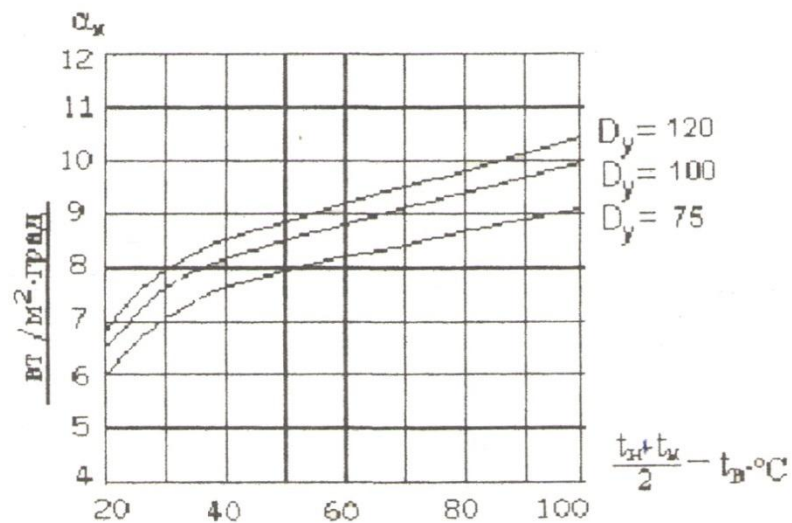

Рисунок 2. Коэффициент теплоотдачи конвекцией для горизонтальных труб
<p>– коэффициент теплопроводности, характеризующий количество теплоты, переданное через единицу поверхности в единицу времени при градиенте температур в один градус на 1 метр толщины стенки;</p> <p>– длина участка трубопровода, для которого рассчитываются потери тепла, м.</p> <p>Число подобия Нуссельта определяется по формулам:</p> <p>3) для вертикальных трубопроводов:</p> $\text{---} \text{---}, \quad (5)$ <p>где <math>\text{---}</math> – число подобия Грасгофа, характеризующее отношение подъемных сил к силам вязкости;</p> $\text{---} \text{---}, \quad (6)$ <p>– число подобия Прандтля, характеризующее соотношение инерционных свойств среды – гидромеханических и тепловых. Число подобия Прандтля выбирается из справочного материала «Физические свойства сухого воздуха при Р Па» (таблица 2) по температуре окружающего воздуха.</p> <p>4) для горизонтальных трубопроводов:</p> $\text{---} \quad (5)$ <p>Учитывая, что для воздуха в диапазоне температур от 0 до 100 С число подобия Прандтля <math>\text{---}</math>, приведенные формулы упрощаются и в окончательном варианте будут иметь вид:</p> <p>3) для вертикальных трубопроводов:</p> $\text{---} \quad (6)$ <p>4) для горизонтальных трубопроводов:</p> $\text{---} \quad (7)$ <p>Коэффициент теплоотдачи конвекцией для горизонтальных труб диаметром <math>\text{---}</math> мм и для температуры воздуха в помещении <math>\text{---}</math> °С так же можно определить графически (рис. 2).</p>
$\alpha_x$  – коэффициент теплоотдачи конвекцией, рассчитанный по формулам или определенный по графику (рис. 2) в зависимости от разности между средней температурой поверхности трубы и температурой воздуха в помещении, Вт/(м2·град);